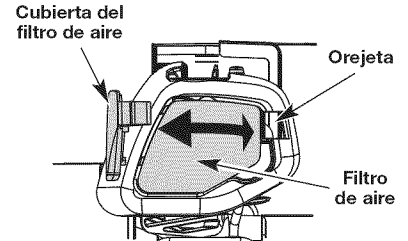

Fig. 22
1. Abra la cubierta del filtro de aire presionando hacia dentro la lengüeta de traba y sacando la cubierta del filtro (Fig. 22).
2. Retire el filtro de aire (Fig. 22).
6. Vuelva a colocar el filtro de aire en la placa de base (Fig. 22).
7. Vuelva a instalar la tapa del filtro de aire. Coloque las dos pequeñas lengüetas de la cubierta del filtro de aire sobre las dos ranuras de la placa posterior y presione la cubierta hacia abajo, cerciorándose que la lengüeta y la ranura estén bien alineadas, hasta que encaje en su lugar (Fig. 22).